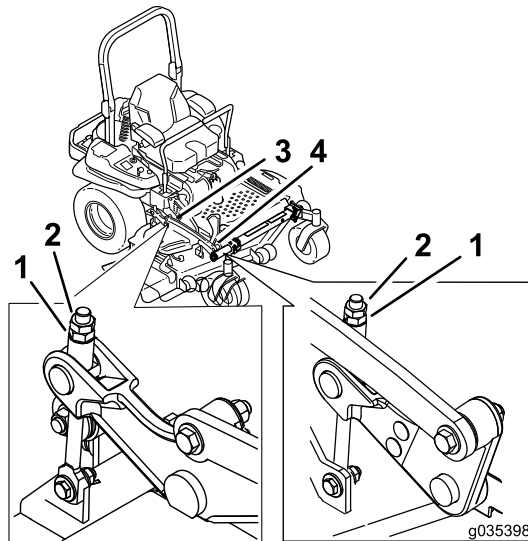

Figura 99
10. Gire la tuerca de ajuste del conjunto de elevación de la carcasa delantera para modificar la altura (Figura 99).